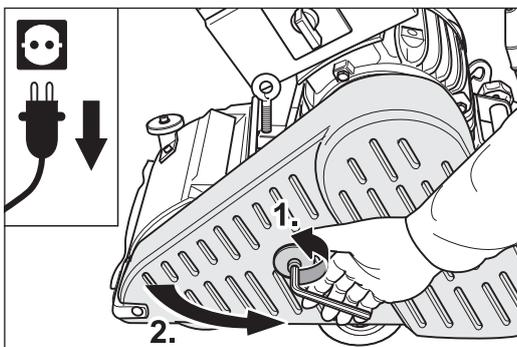
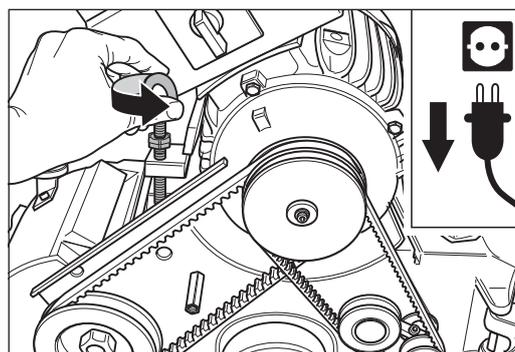

Abb. 57 Den Netzstecker aus der Steckdose ziehen und den Riemenschutz öffnen.
Abb. 58 Entspannen der Keilriemen durch Lösen der Ringschraube.
- 4 Um die Keilriemen zu entfernen, öffnen Sie den Riemenschutz (Abb. 57) und entspannen Sie die Keilriemen durch das Lösen der Ringschraube (Abb. 58).